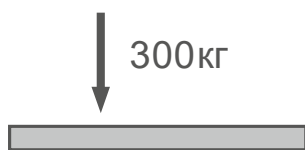

Рисунок 20
- 15.2 Точечная нагрузка действует на небольшой площади (примерно 100×100 мм) при контакте с покрытием (см. Рисунок 20). В типичных случаях это ножки гимнастического снаряда, колеса передвижной баскетбольной корзины, стенда и т.д. При этом обычно давление относительно высоко, и именно этот тип нагрузки особенно часто приводит к повреждению деревянного покрытия.